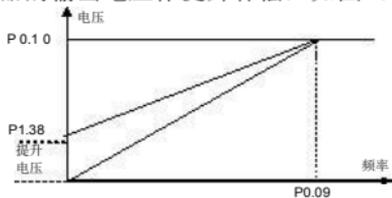

图 6-5 转矩提升控制逻辑图
**P1.38** 转矩提升 用于改善变频器的低频力矩特性。在低频率段运行时，对变频器的输出电压作提升补偿，如图 6-5所示。